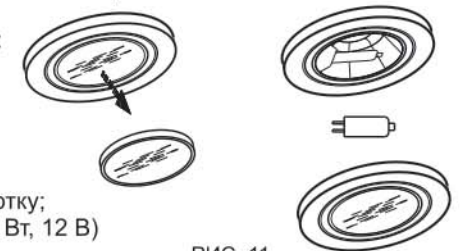

РИС. 11
8.5.2 Замена галогенной лампы (рис. 11):